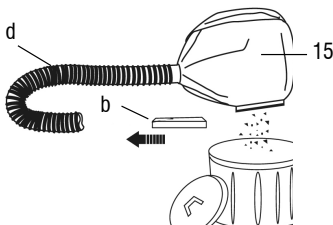

Fig. 6 – Esvaziando o saco de pó
Puxe o fecho (b) do saco de pó (15) e esvazie-o no saco de lixo (Fig. 6).